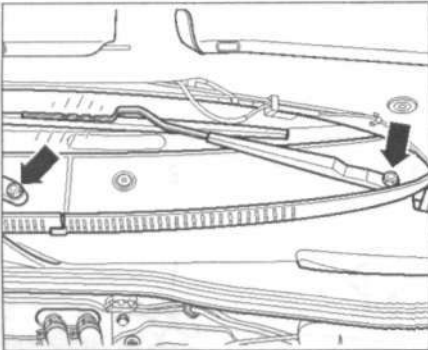

Рис. 12.12. Ослабьте гайки (стрелки), но не откручивайте их полностью.
3. Ослабьте гайки (стрелки), но не откручивайте их полностью (рис. 12.12).